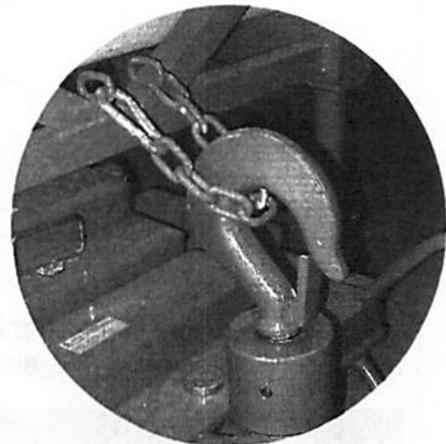

Abb. 2.2.15
- Hakenflaschen am Haken leicht anheben und auf den Boden absetzen, Kette am speziellen Federschloss lösen (Abb. 2.2.15);